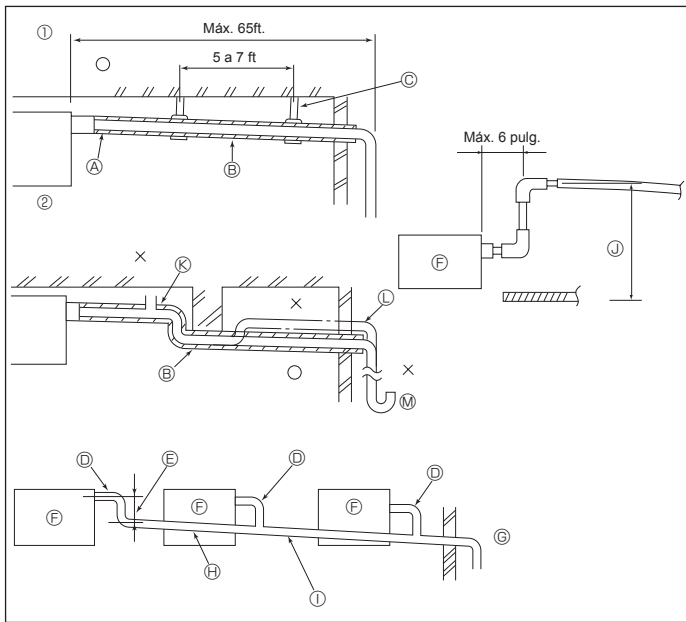

Fig. 5-5
5.4. Tubería de drenaje (Fig. 5-5)